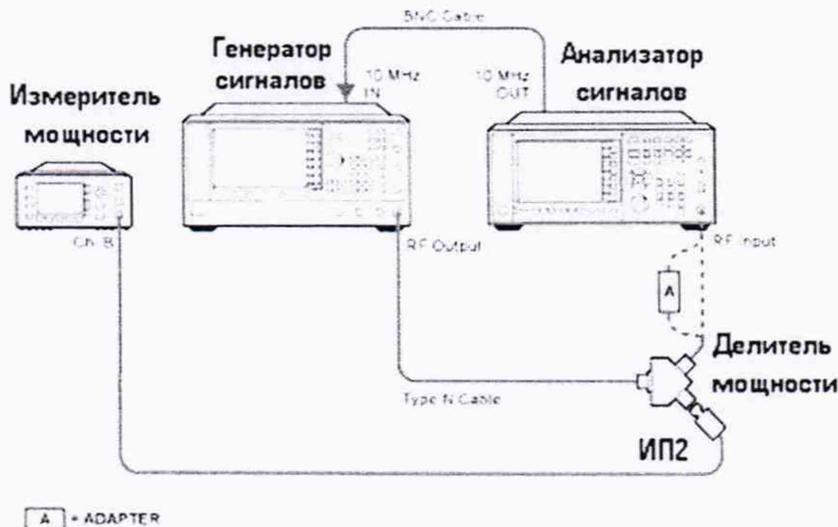

Рисунок 5
7.3.5.3 Отсоединить ИП1 от делителя. Освободившийся рукав делителя соединить с анализатором спектра (рисунок 5). На анализаторе установить DC coupled, предусилитель выключен, полоса обзора 1 МГц, ослабление аттенюатора 10 дБ. На генераторе установить уровень выходного сигнала -4 дБм, частота 50 МГц. Произвести измерения уровня сигнала уровня -10 дБм на частоте 50 МГц, установить маркер на пик, нажать маркер->дельта. Далее произвести измерения относительно 50 МГц на частотах $3 \cdot 10^5$, $1 \cdot 10^6$, $5 \cdot 10^6$, $1 \cdot 10^7$, $15 \cdot 10^7$, $45 \cdot 10^7$, $95 \cdot 10^7$, $1,25 \cdot 10^9$, $1,85 \cdot 10^9$, $2,25 \cdot 10^9$, $2,95 \cdot 10^9$, $3,55 \cdot 10^9$ Гц. Полученные значения зафиксировать, вычислить погрешность, учитывая погрешность делителя мощности.
7.3.5.6 Отсоединить ИП1 от делителя. Освободившийся рукав делителя с аттенюатором соединить с анализатором спектра (рисунок 5). На анализаторе установить DC coupled, предусилитель включен, полоса обзора 1 МГц, ослабление аттенюатора 10 дБ. На генераторе установить уровень выходного сигнала -4 дБм, частота 50 МГц. Произвести измерения уровня сигнала на частоте 50 МГц, установить маркер на пик, нажать маркер->дельта. Далее произвести измерения относительно 50 МГц на частотах $3 \cdot 10^5$, $1 \cdot 10^6$, $5 \cdot 10^6$, $1 \cdot 10^7$, $15 \cdot 10^7$, $45 \cdot 10^7$, $95 \cdot 10^7$, $1,25 \cdot 10^9$, $1,85 \cdot 10^9$, $2,25 \cdot 10^9$, $2,95 \cdot 10^9$, $3,55 \cdot 10^9$ Гц. Полученные значения зафиксировать, вычислить погрешность.
7.3.5.8 Отсоединить ИП1 от делителя. Освободившийся рукав делителя соединить с анализатором спектра (рисунок 5). На анализаторе установить DC coupled, предусилитель выключен, полоса обзора 1 МГц, ослабление аттенюатора 10 дБ. Произвести измерения уровня сигнала уровня -10 дБм на частотах $3,65 \cdot 10^9$, $5,05 \cdot 10^9$, $6,05 \cdot 10^9$, $7,05 \cdot 10^9$ (для опций 503, 508, 513, 526, 543, 544, 550), $8,05 \cdot 10^9$, $8,35 \cdot 10^9$ (для опций 508, 513, 526, 532, 543, 544, 550), $9,05 \cdot 10^9$, $10,05 \cdot 10^9$, $11,05 \cdot 10^9$, $12,05 \cdot 10^9$, $13,05 \cdot 10^9$, $13,55 \cdot 10^9$ (для опций 513, 526, 543, 544, 550), $14,05 \cdot 10^9$, $15,05 \cdot 10^9$, $16,05 \cdot 10^9$, $17,05 \cdot 10^9$, $18,05 \cdot 10^9$, $19,05 \cdot 10^9$, $20,05 \cdot 10^9$, $21,05 \cdot 10^9$, $22,05 \cdot 10^9$, $23,05 \cdot 10^9$, $24,05 \cdot 10^9$, $25,55 \cdot 10^9$, $26,05 \cdot 10^9$, $26,45 \cdot 10^9$ (для опций 526, 543, 544, 550), $30,05 \cdot 10^9$, $32,05 \cdot 10^9$ (для опций 543, 544, 550), $35,05 \cdot 10^9$, $37,05 \cdot 10^9$, $40,05 \cdot 10^9$, $43 \cdot 10^9$ (для опций 543, 544, 550), $44 \cdot 10^9$ (для опций 544, 550), $45,05 \cdot 10^9$, $46,05 \cdot 10^9$, $47,05 \cdot 10^9$, $48,05 \cdot 10^9$, $49,05 \cdot 10^9$, $50 \cdot 10^9$ (для опции 550) Гц. Измерения проводить дельта-маркером относительно 50 МГц. Полученные значения зафиксировать, вычислить погрешность, учитывая погрешность делителя мощности.
7.3.5.10 Отсоединить ИП1 от делителя. Освободившийся рукав делителя соединить с анализатором спектра (рисунок 5). На анализаторе установить DC coupled, предусилитель выключен, полоса обзора 1 МГц, ослабление аттенюатора 10 дБ. Произвести измерения уровня сигнала уровня -10 дБм на частотах из п. 7.3.6.9. Измерения проводить дельта-маркером относительно 50 МГц. Полученные значения зафиксировать, вычислить погрешность, учитывая погрешность делителя мощности.